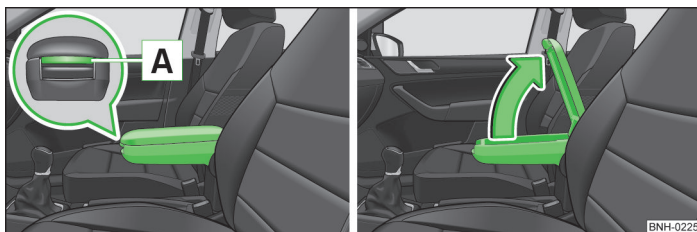

Fig. 53 Deschiderea compartimentului de depozitare
- Apăsăți tasta **A** din zona frontală a cotierei » fig. 53.
- Rabatați înapoi capatul compartimentului de depozitare în sens contrar săgeții » fig. 53, până se fixează zgomot specific.